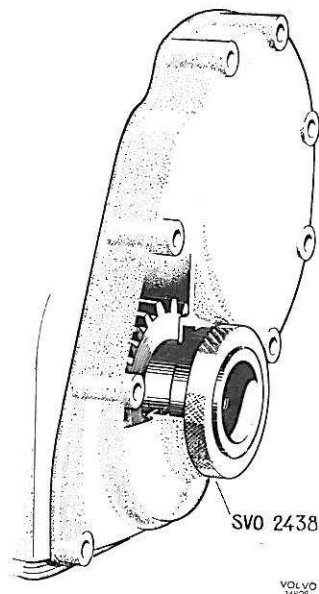

Figure 45. Centrage du carter de distribution
6. Centrer le carter à l'aide de la douille de centrage SVO 2438, figure 45. Tourner la douille en cours de serrage des vis et régler la position du carter de manière à ce que la douille ne soit pas coincée. Après serrage définitif du carter, s'assurer que la douille se laisse tourner avec facilité.